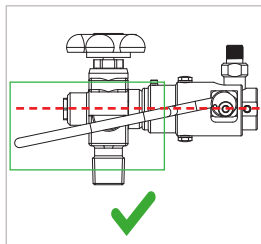
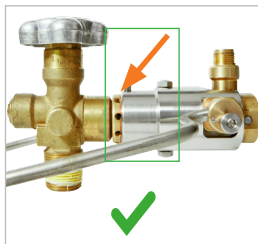
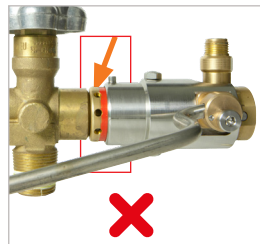

Figure 4
Figure 5
Figure 6
- ▶ Abaisser l'arceau de commande (pos. 1). L'arceau/levier doit pouvoir être manipulé facilement vers le bas sans forcer. L'arceau de commande doit se trouver dans sa position finale sous le plan horizontal par rapport au connecteur (Figure 4). La marque rouge sur la partie avant (pos. 3) doit disparaître sous le boîtier et ne plus être visible (Figure 5 et Figure 6).